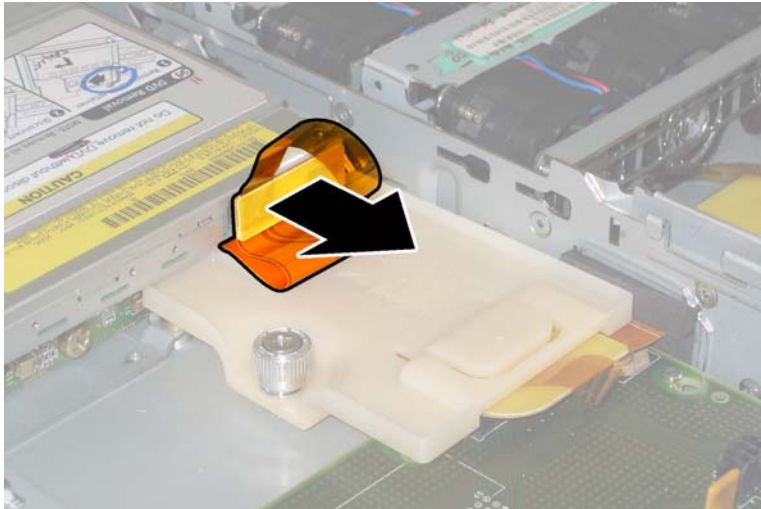

图 3-14 拨下 DVD-ROM 光盘驱动器软线缆连接器
7. 从 DVD-ROM 光盘驱动器背面断开软线缆连接器。请参见图 3-14。